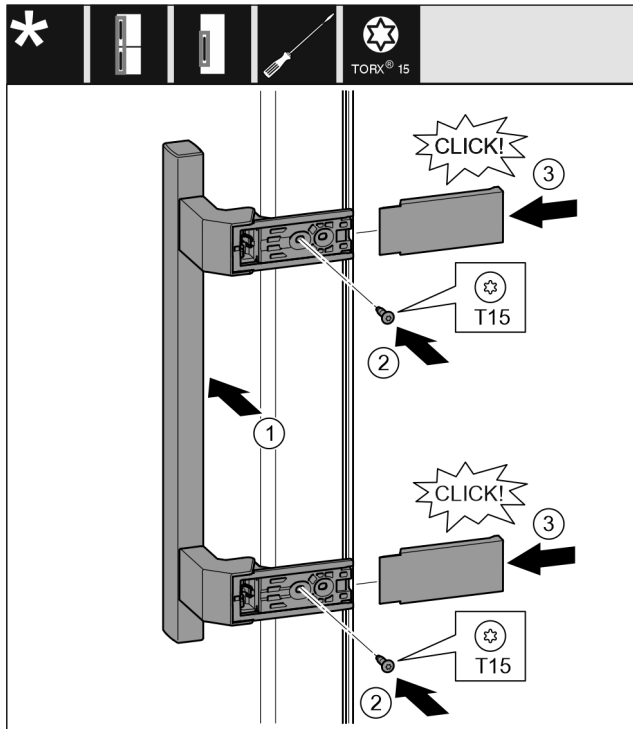

Fig. 20
- ▶ Placer la poignée du côté opposé. Fig. 20 (1)
- ▶ Serrer les vis au moyen d'un tournevis T15. Fig. 20 (2)
- ▶ Placer les recouvrements latéralement et les faire glisser. Fig. 20 (3)